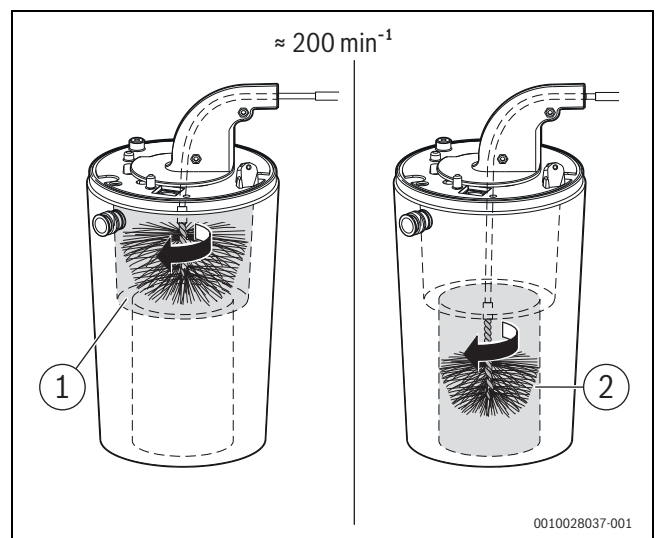

Bild 29 Wärmeblock reinigen (ca. 200 min^{-1} , nur Rechtslauf)
- Mit kleiner Bürste für den unteren Bereich wiederholen (→ Bild 29, [2]).